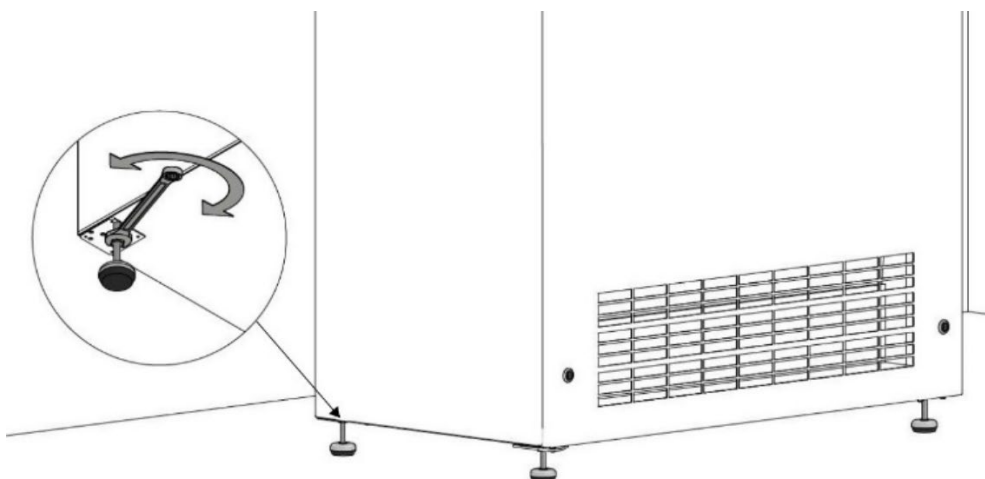

Abbildung 27: Stellen Sie die Füße so ein, dass das Gerät waagrecht steht
3. Stellen Sie die Füße so ein, dass das Gerät waagrecht steht, siehe Abbildung 27 unten.